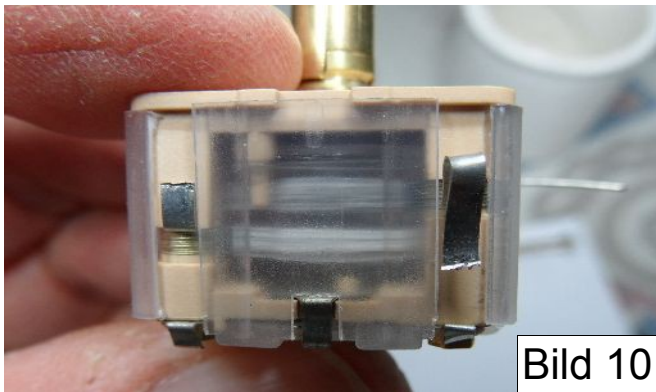

Bild 10
- g) Bild 10 zeigt die vorbereitete „MW“-Seite ( $2 \times 275 \text{ pF}$ ).